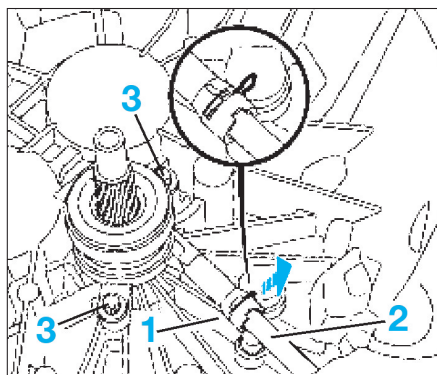

FIG. 8
- l'agrafe (1) et débrancher la canalisation (2) (fig. 8).